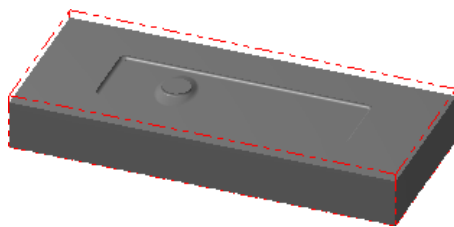

图 7.3 显示工件
Step4. 单击“机器群组属性”对话框中的 **✓** 按钮，完成工件的设置。此时零件如图 7.3 所示，从图中可以观察到零件的边缘多了红色的双点画线，双点画线围成的图形即为工件。